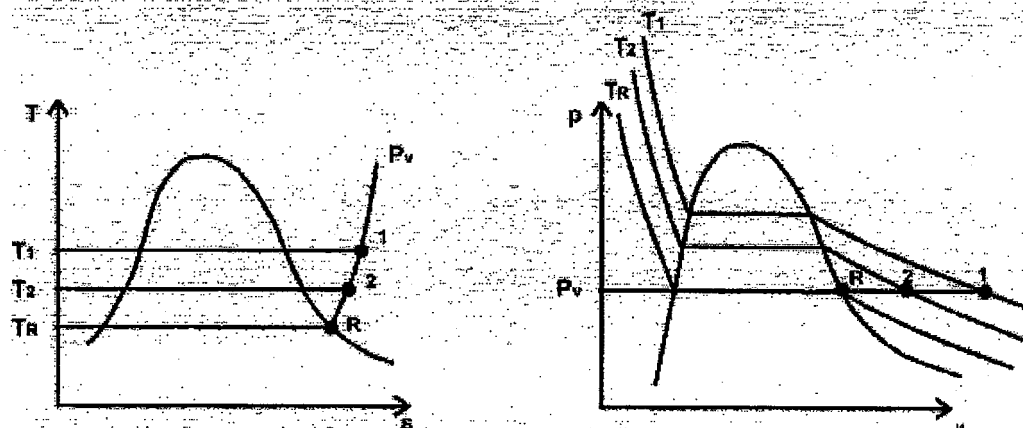

FIG. 2
Como segundo estudio si a esa misma masa de (AH.) contenido en ese recinto le extraemos calor Q , pero manteniendo la presión de vapor constante (P_v) partiendo del estado (1) a una (T_1), si quitamos calor al aire este se va enfriando y se obtiene el estado (2) alcanzando una (T_2), luego si seguimos el enfriamiento se obtiene un punto también importante que es el punto de rocío (R), en ese estado el (AH.) alcanza la temperatura de rocío (T_R), que es la mínima temperatura que el (AH.) puede soportar sin condensar agua, a partir de ese estado si continuamos el enfriamiento empieza la condensación del agua. También podemos decir que la (T_R) es la temperatura de saturación del vapor correspondiente a la presión parcial del vapor de agua. (Ver Fig. 2).